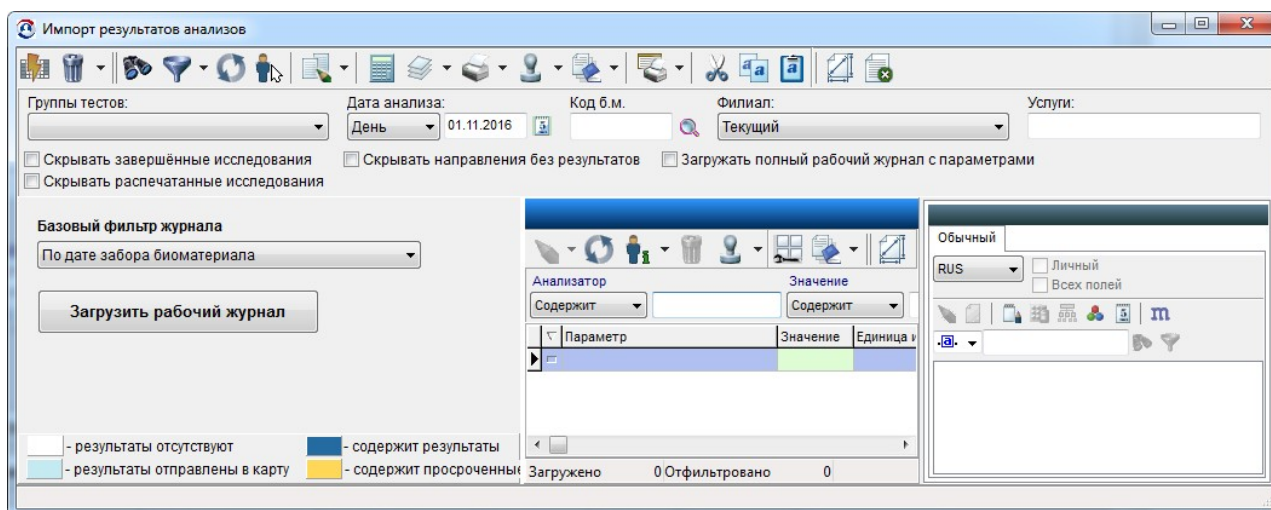
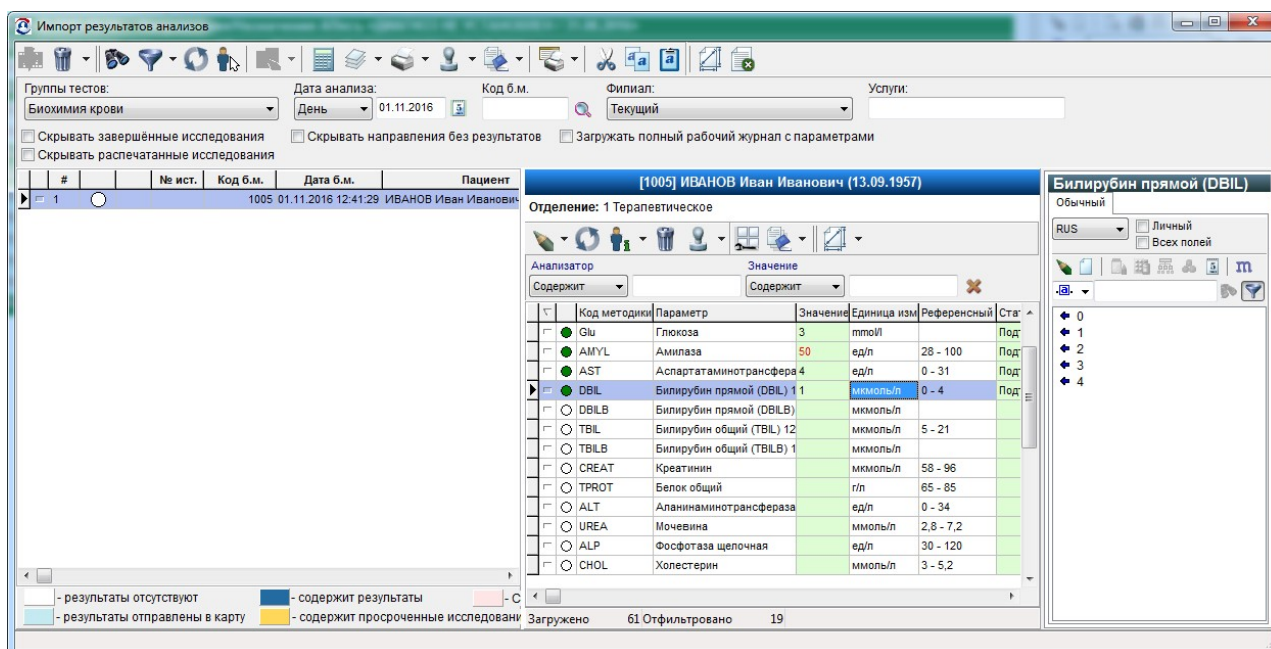

Рисунок 8.1. Рабочий журнал. Выбор базового фильтра
Рисунок 8.2. Рабочий журнал
Если все заполнено верно, в окне рабочего журнала (рис. 8.1) в выпадающем списке **Группа тестов** будут показаны созданные группы, а при выборе группы – отобразится список методик измерения заданных параметров (в списке отображаются только активные методики).
В этом режиме группа тестов соответствует виду исследования во внешнем справочнике. В выпадающем списке **Группа тестов** рабочего журнала (рис. 8.1) отображаются те виды исследований, которые относятся к текущему справочнику лабораторных исследований и имеют признак **Использовать для группировки параметров**.
При первом открытии окно рабочего журнала выглядит, как показано на рис. 8.1. В окне нужно задать параметры фильтра (группу тестов, дату анализа), ниже заполнить базовый фильтр журнала (по какой дате производится фильтрация результатов анализов), и нажать кнопку **Загрузить рабочий журнал**. В окне отобразятся направления на исследования на указанную дату (рис. 8.2).
- **Дата анализа** – дата (день или период) выполнения анализа, которая определяется настройкой журнала **Базовый фильтр журнала** (датой выполнения могут считаться дата забора биоматериала, дата доставки в лабораторию или дата получения результата). Базовый фильтр определяется в настройках журнала (см. ниже). Также базовый фильтр журнала можно изменить при открытии журнала и при смене даты в фильтре (рис. 8.1);
Окно рабочего журнала (рис. 8.2) состоит из трех компонент:
Вертикальная компонента и контекстный справочник могут быть отключены в настройках (рис. 8.2).